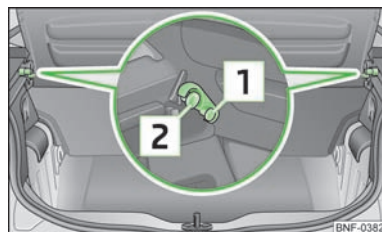

Fig. 41 Afmontering/montering af bagagerumsafdækning
- » Løft bagagerumsafdækningen, og tryk den fast i holderne » Fig. 41 i siden for at klappe den op
- » Træk bagagerumsafdækningen ud af holderne i siden » Fig. 41 nederst for at afmontere den.
Sørg altid for, at bagagerumsafdækningen er gået korrekt i hak i holderne i siden **[2]** » Fig. 41 – risiko for beskadigelse af bagagerumsafdækningen eller bagagerummet.